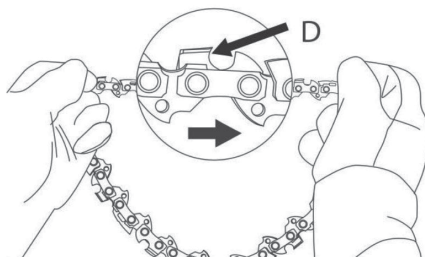

Рис. 7
3. Расправьте цепь в окружность, направив режущие кромки режущих зубьев (D) по ходу движения цепи (рис. 7).